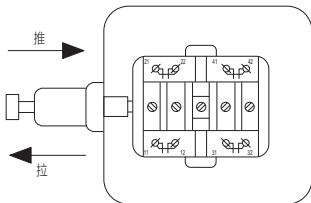

图1 触头布置示意图
5.2 开关具有四对常闭触头, 采用跳跃式快速动作, 由动作杆受力带动触头系统分合, 见图1触头布置示意图; 左边为拉分常闭触头, 右边为推分常闭触头。